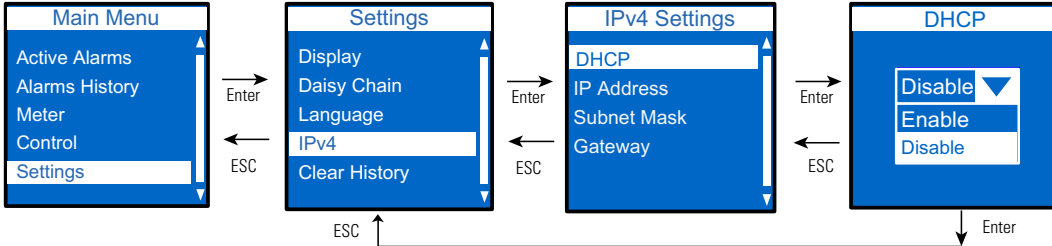

Figure 46. Disable DHCP
- 1. Disable DHCP (see Figure 46).